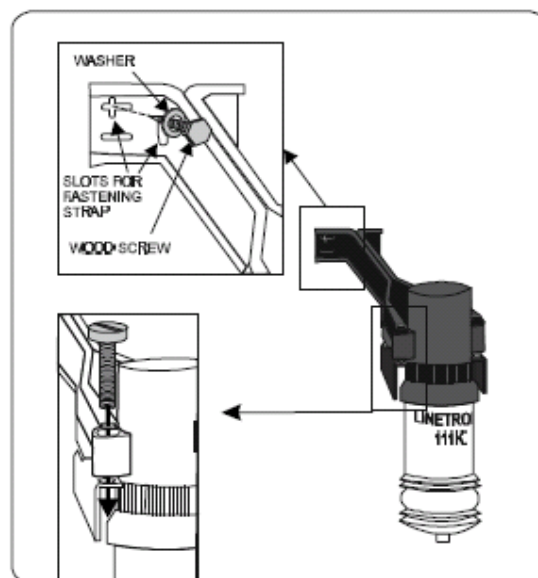

Fig. 2. Fixarea indicatorului
4. În cazul în care indicatorul se montează pe stâlp din lemn, suportul acestuia se montează cu ajutorul holșuruburilor cu care este prevăzut. Acesta trebuie montat vertical sub conductoare (vezi fig. 2 și 3).